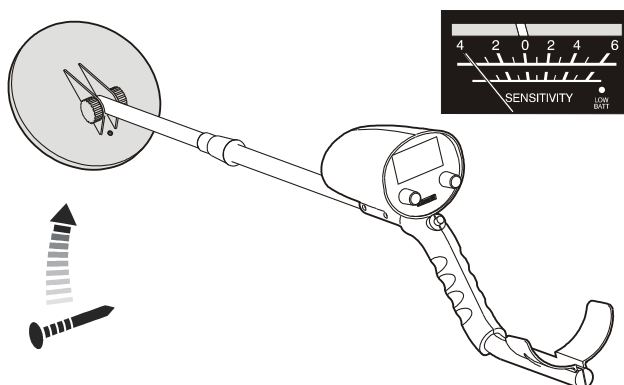

Figura 11
- Quando o prego de ferro se aproximar lentamente da bobina de busca, o ponteiro do medidor desviar-se-á para a esquerda e o som ficará mais baixo. Quando o prego de ferro estiver mais próximo da bobina de busca, o ponteiro do medidor desviar-se-á para a esquerda e o som ficará mais baixo, até desaparecer. (Figura 11)